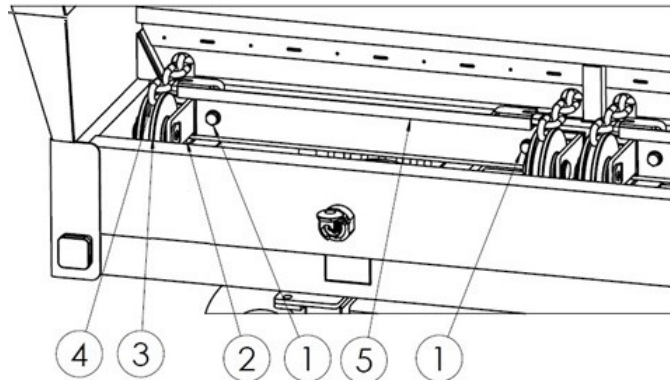

Рисунок 20-й Натяжение цепей напольного транспортера
Натяжение цепей напольного транспортера во время работы должно проверяться ежедневно, особенно в начальный период эксплуатации. Натяжение конвейерных цепей осуществляется с помощью регулировочных винтов, расположенных в передней части грузовой платформы - Рисунок 20. Для увеличения натяжения цепи ввинтите регулировочные винты (1) так, чтобы натяжитель (2) с роликом (3) двигался вперед. Приведите в действие натяжение для обеих пар цепей (4), обращая внимание на одинаковое натяжение.